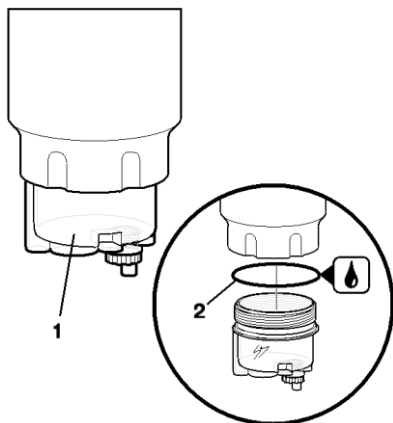

Рис. 41. Замена водосборного отстойника:
3. Отвернуть отстойник 1 (рисунок 41) с помощью специального ключа из упаковки нового отстойника, при этом необходимо удерживать сменный фильтр, чтобы он не отвернулся.